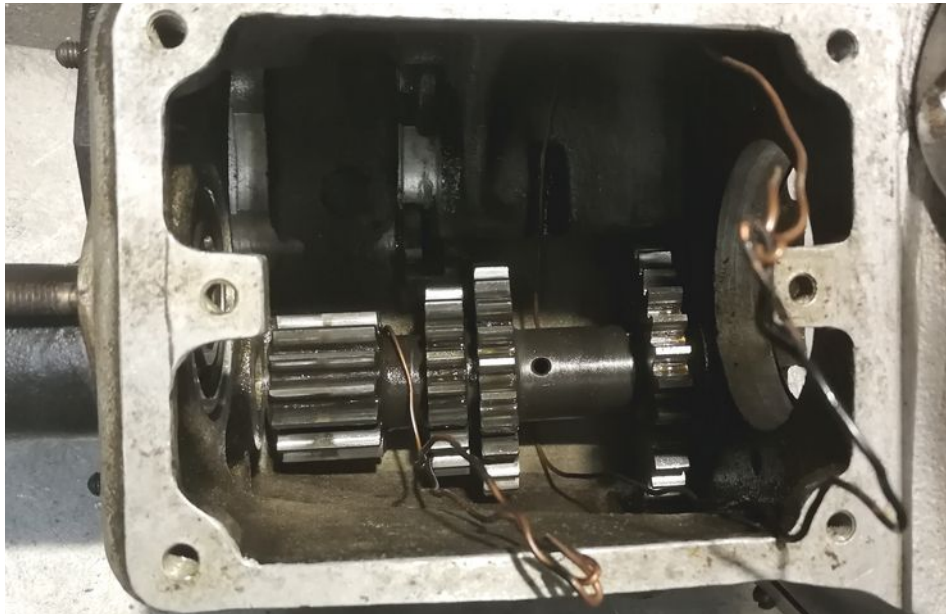

Abbildung 28: Nebenwelle an Drahtschlingen gehangen und am Boden des Gehäuses geparkt
- die Nebenwelle wird vorerst nur in das Getriebegehäuse gelegt und zu einem späteren Zeitpunkt in ihre endgültige Position gebracht (siehe Abb. 28)